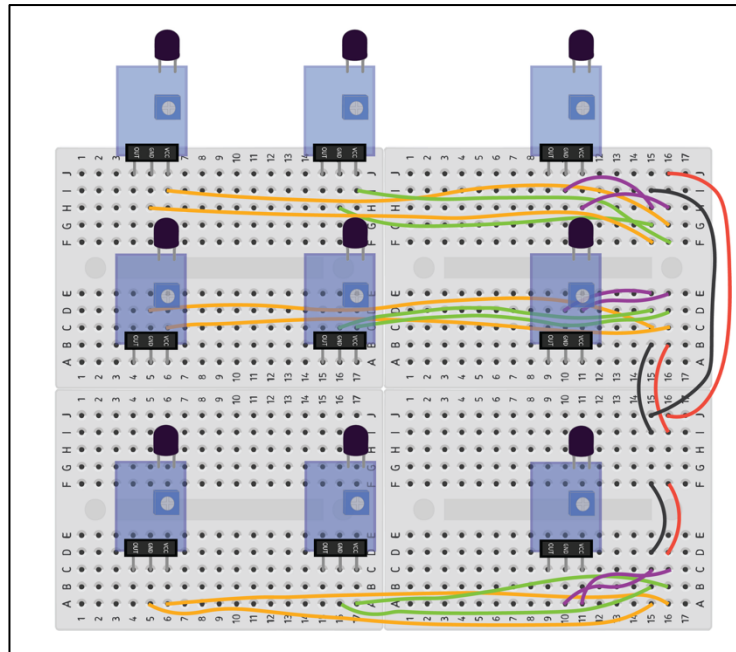

Figure 3 : Placement des photodiodes et câblage local sur les mini-plaques d'expérimentation.
- c. Placez les photodiodes sur les mini-plaques d'expérimentation comme indiqué sur la figure ci-dessous (**Fig. 3**). Il est important de respecter scrupuleusement leur positionnement afin qu'elles s'insèrent correctement dans le boîtier imprimé en 3D. **Pour la rangée du milieu, il peut être plus facile de placer d'abord les fils, puis les photodiodes.*